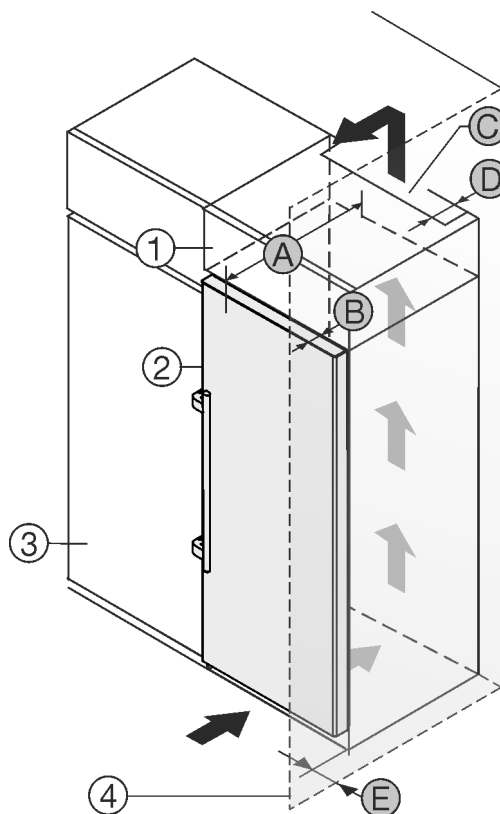

Fig. 1
- (1) Aufsatzschrank
- (2) Gerät
- (3) Küchenschrank
- (4) Wand
- (A) Gerätetiefe
- (B) Türtiefe
- (C) Belüftungsquerschnitt
- (D) Abstand Geräterückseite
- (E) Abstand zur Geräteseite
Sie können das Gerät direkt neben dem Küchenschrank Fig. 1 (3) aufstellen.
An der Rückseite des Aufsatzschrankes muss ein Abluftschacht mit der Tiefe *Fig. 1 (D)* über die gesamte Aufsatzschrankbreite vorhanden sein.
Unter der Raumdecke muss der Entlüftungsquerschnitt *Fig. 1 (C)* eingehalten werden.
Wenn Sie das Gerät mit den Scharnieren neben einer Wand *Fig. 1 (4)* aufstellen, dann muss der Abstand zwischen Gerät und Wand mindestens 57 mm betragen. Dies entspricht dem Griffüberstand bei geöffneter Tür.
Damit Sie die Tür vollständig öffnen können, muss das Gerät um die Türtiefe *Fig. 1 (B)* gegenüber der Küchenschrankfront vorstehen. Abhängig von der Tiefe der Küchenschränke *Fig. 1 (3)* und Verwendung von Wandabstandshaltern kann das Gerät weiter herausragen.